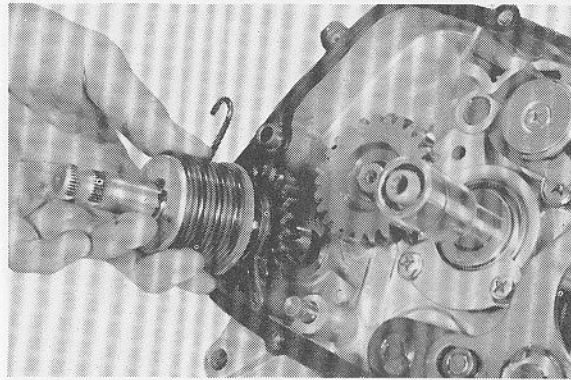

Fig. 3-2-14
Then remove the kick starter assembly by rotating the shaft counterclockwise and then pulling out the entire assembly. Check to see that the kick gear spirals freely on the worm shaft. Check the gear teeth for wear and breakage. (Fig. 3-2-14)
b. Décrocher le ressort de démarreur de son point d'attache dans le carter. Le laisser se détendre. Ensuite retirer l'assemblage de démarreur en tournant l'arbre dans le sens contraire des aiguilles d'une montre et en tirant sur l'ensemble. Vérifier que le pignon de démarreur pivote librement sur la vis sans fin. Contrôler l'usure des dents et les cassures éventuelles. (Fig. 3-2-14)